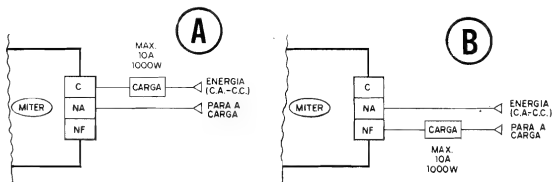

Fig. 7
- FIG. 7 - EXEMPLOS E MAIS DETALHES DO "COMPORTAMENTO" DO MITEr, EM SUAS VÁRIAS OPÇÕES... - Além das possibilidades de Temporização direta e reversa, em vários parâmetros (já explicado), as próprias características de "reversibilidade" dos terminais finais
Pode parecer um pouco confuso, à primeira leitura (texto referente à FIG. 7), porém basta um pouco de atenção e raciocínio, uma análise cuidadosa no diagrama do circuito (FIG. 1) e nas configurações possíveis (FIG. 2), além do suficiente conhecimento de como atuam os contatos reversíveis de um relé, para compreender em profundidade os "comportamentos" relacionados...